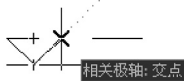

图 3.95 寻找上面的水平线和 45°斜线的交点
⑦ 在 **指定下一点或 [放弃(U)]:** 提示下，将光标沿 45°方向向右上方拖动，直至出现交点捕捉（图 3.95）后单击。